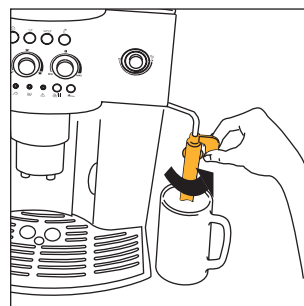
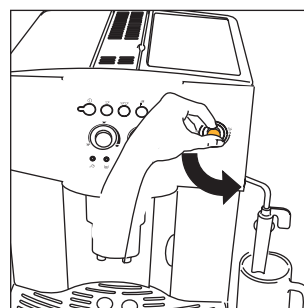
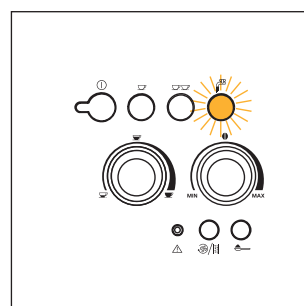

Fig. 3
Fig. 4
Fig.22
2. Empurre o emulsificador de cappuccinos para fora, coloque uma chávena por baixo (fig. 3) e ligue a máquina premindo a tecla ① (fig. 4).
- Rode o emulsionador de cappuccinos para fora (fig. 3).
- Coloque um recipiente debaixo do emulsionador de cappuccinos (fig. 3).
- Coloque um recipiente vazio debaixo do emulsionador de cappuccinos (fig. 3). Rode para a esquerda o botão do vapor até meio, até ao limite máximo (a luz  acende-se de forma intermitente, fig. 22). Faça fluir durante alguns segundos a água misturada com o vapor até sair apenas vapor.